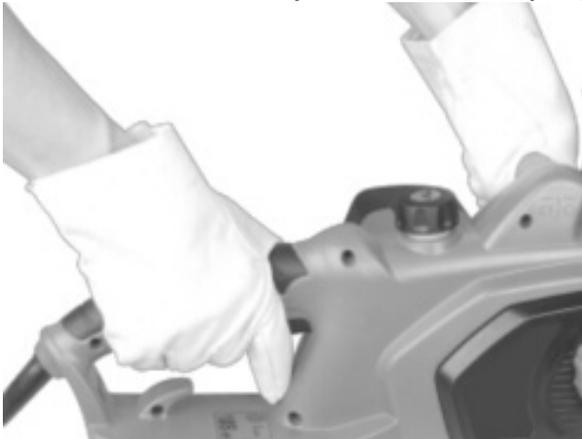

Fig.12
- Tenez la scie à chaîne avec les deux mains sur les poignées, comme en fig. 12 tenez solidement (pouces sous la poignée).